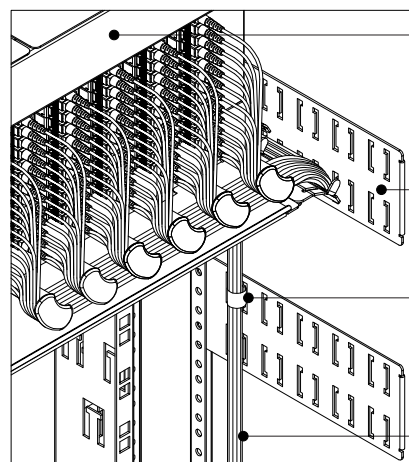

Figura 10B
4. Fixe os cordões unidos no primeiro suporte guia de cabo lateral (item 2) localizado logo abaixo do Sub-Rack. Inicie a fixação dos cordões, utilizando o Velcro dupla face, da parte traseira do suporte para a parte frontal (veja figura 10B).